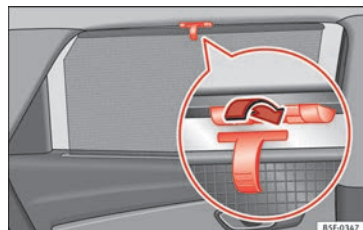

Fig. 142 Estore traseiro: cortina de proteção contra o sol.
- Desenrole a cortina e engate-a no gancho situado no centro da moldura superior da porta » **Fig. 142**.